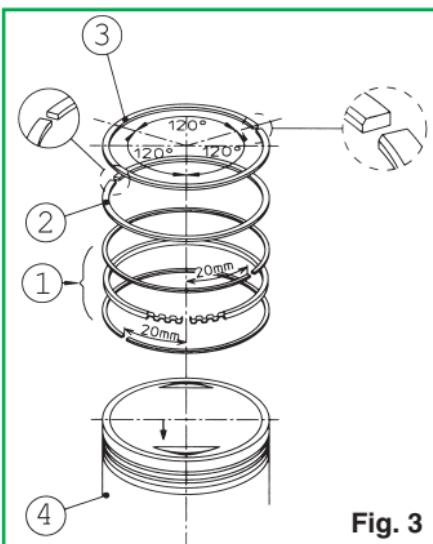

Fig. 3
- Introducir el expulsor del segmento rascador de aceite en la específica ranura en el pistón, introducir el segmento rascador de aceite inferior y sucesivamente el rascador de aceite superior completando el montaje del rascador de aceite (Fig. 3 - Part 1).
- Montar el segundo segmento con la parte estampada dirigida hacia la parte superior del pistón, como indica la Fig. 3 - Part. 2.
- Introducir el primer segmento cromado de compresión con la parte estampada dirigida hacia la parte superior del pistón, como indica la Fig. 3 - Part. 3.
- Posicionar las aperturas de los cortes de los aros elásticos como indica la Fig. 3.
- Controlar nuevamente que las aperturas de los cortes de los aros elásticos se encuentren posicionados como indica la Fig. 3.